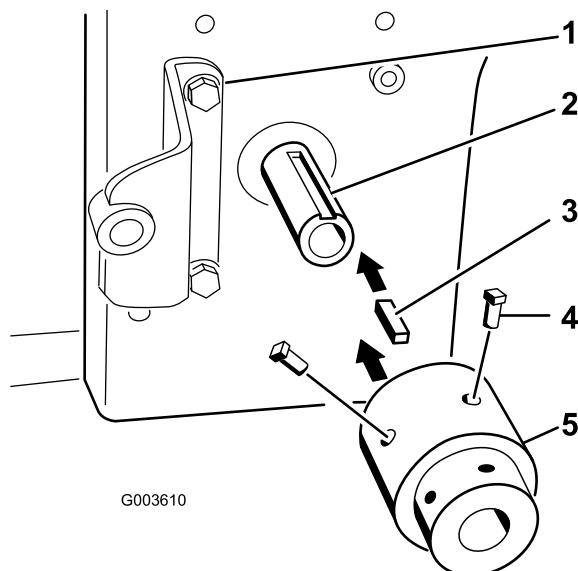

Figura 19
6. Instale a chave quadrada (1/4 x 1 pol.) na ranhura no eixo da tomada de força do motor (Figura 19).
7. Alinhe o conjunto do hub com a chave quadrada e instale-o no eixo da tomada de força (Power Take Off) do motor (Figura 19).
8. Aplique Loctite® azul nos 2 parafusos de afinação (5/16 x 3/4 pol.) e instale-os no conjunto do hub para o prender ao eixo da tomada de força (Figura 19).